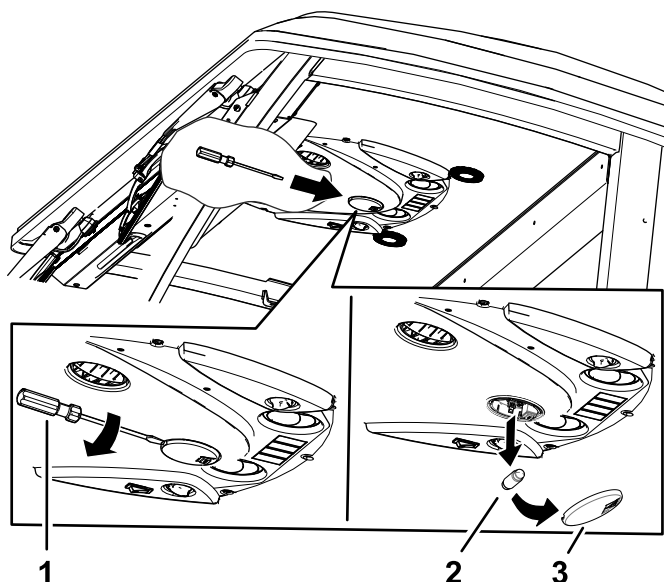

Bild 90
1. Verwenden Sie einen Schraubendreher, um die Lichtscheibe vom Bedienfeld zu entfernen (**Bild 90**).
2. Entfernen Sie das Leuchtmittel aus der Fassung (**Bild 90**).